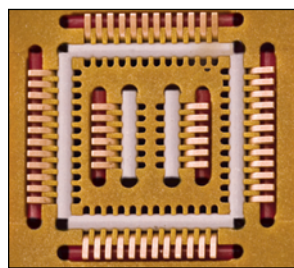

図 34: RTH のグラウンド(アース) (Gold-Plated (金メッキ))
- 3] “RTH” — ROL™ Contacts in Torlon Housing (トーロンハウジング) 4x4-12x12 パッケージ (図 34 参照)